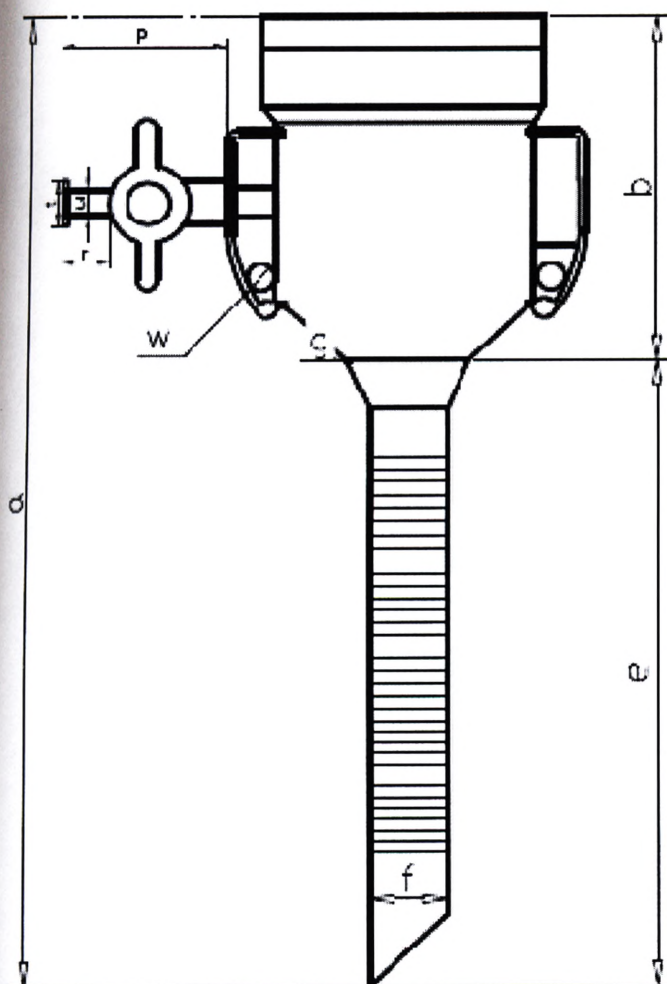

Рис.5 Канюля троакара 5 мм
2. кран инсuffляции длиной $25 \pm 0,5$ мм (рис.5(p)) с портом Луэр Лок (винтовой коннектор) (наружный диаметр $7,5 \pm 0,1$ мм (рис.5 (t)), внутренний диаметр $4,0 \pm 0,1$ мм (рис.5 (u)), длиной $6,0 \pm 0,2$ мм (рис.5 (r)). Соединение системы газоподачи или шприцов через винтовой коннектор Луэр Лок должно быть прочным. Кран инсuffляции должен открываться и закрываться плавно, без заеданий. Усилие, необходимое для поворота крана инсuffляции должно быть не более 2 Н. Для предотвращения потери газа во время процедуры подвижные и неподвижные соединения крана должны быть герметичны;
3. два отверстия для фиксации канюли, расположенные по разные стороны клапанного блока, диаметром $3 \pm 0,2$ мм каждое (рис.5 (w)).
2. кран инсуффляции длиной $25 \pm 0,5$ мм (рис.5(p)) с портом Луэр Лок (винтовой коннектор) (наружный диаметр $7,5 \pm 0,1$ мм (рис.5 (t)), внутренний диаметр $4,0 \pm 0,1$ мм (рис.5 (u)), длиной $6,0 \pm 0,2$ мм (рис.5 (r)). Соединение системы газоподачи или шприцов через винтовой коннектор Луэр Лок должно быть прочным. Кран инсуффляции должен открываться и закрываться плавно, без заеданий. Усилие, необходимое для поворота крана инсуффляции должно быть не более 2 Н. Для предотвращения потери газа во время процедуры подвижные и неподвижные соединения крана должны быть герметичны;